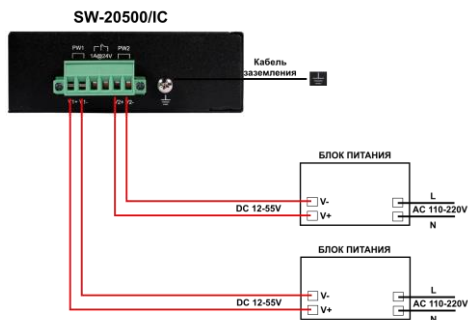

Рис.4 Схема подключения блоков питания к клеммной колодке коммутатора SW-20500/IC
3. Во избежание электромагнитных наводок нужно заземлять коммутатор SW-20500/IC (Рис. 4)